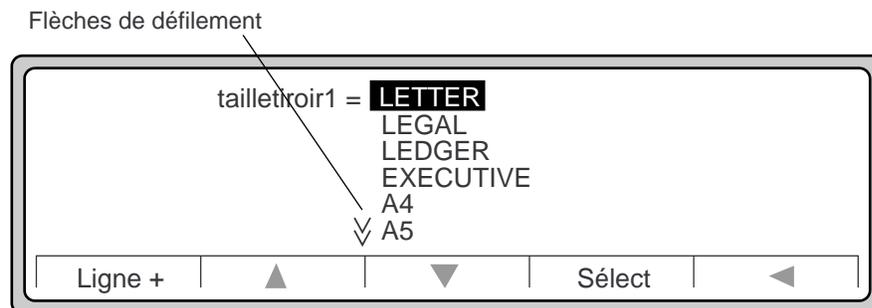

Figure 3-15 Choix du format de papier
- Appuyez sur ► pour obtenir la liste des formats de papier disponibles avec le bac concerné, comme illustré à la Figure 3-15.